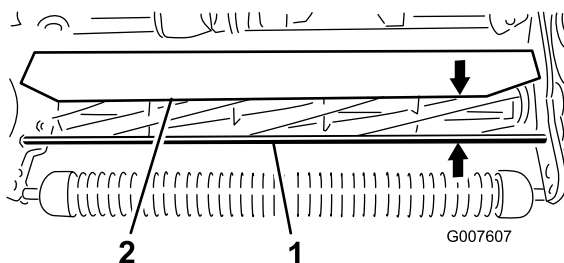

Figure 53
- Mesurez la distance entre le haut de la tige de support avant et le rebord avant du déflexeur, à chaque extrémité de l'unité de coupe (Figure 53).